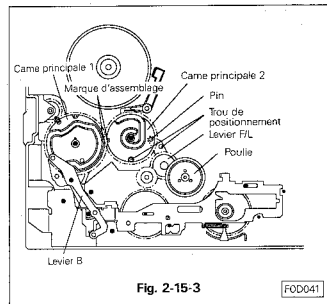

Fig. 2-15-3
- Monter le levier B sur son axe de telle sorte que son pivot rentre dans le rainurage de la came principale 1. Remonter la rondelle d'arrêt sur le levier B. (Voir Fig. 2-15-3)
- Aligner le trou de positionnement du levier F/L avec celui de la platine mécanique. (Voir Fig. 2-15-3)
- Aligner les marques de positionnement des cames principales 1 et 2 ainsi que le trou de positionnement de la came 2 et remonter la came principale 2 sur son axe. (Voir Fig. 2-15-3)